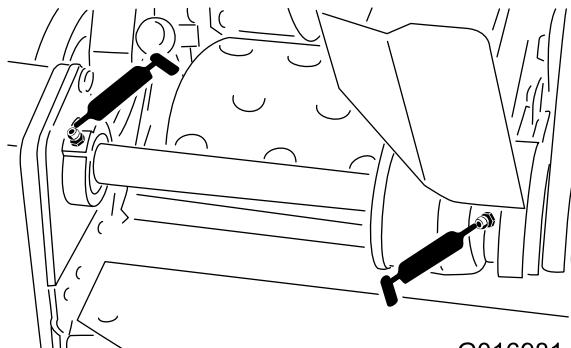

Рисунок 24
- Две на подшипниках промежуточного вала барабана Рисунок 24)